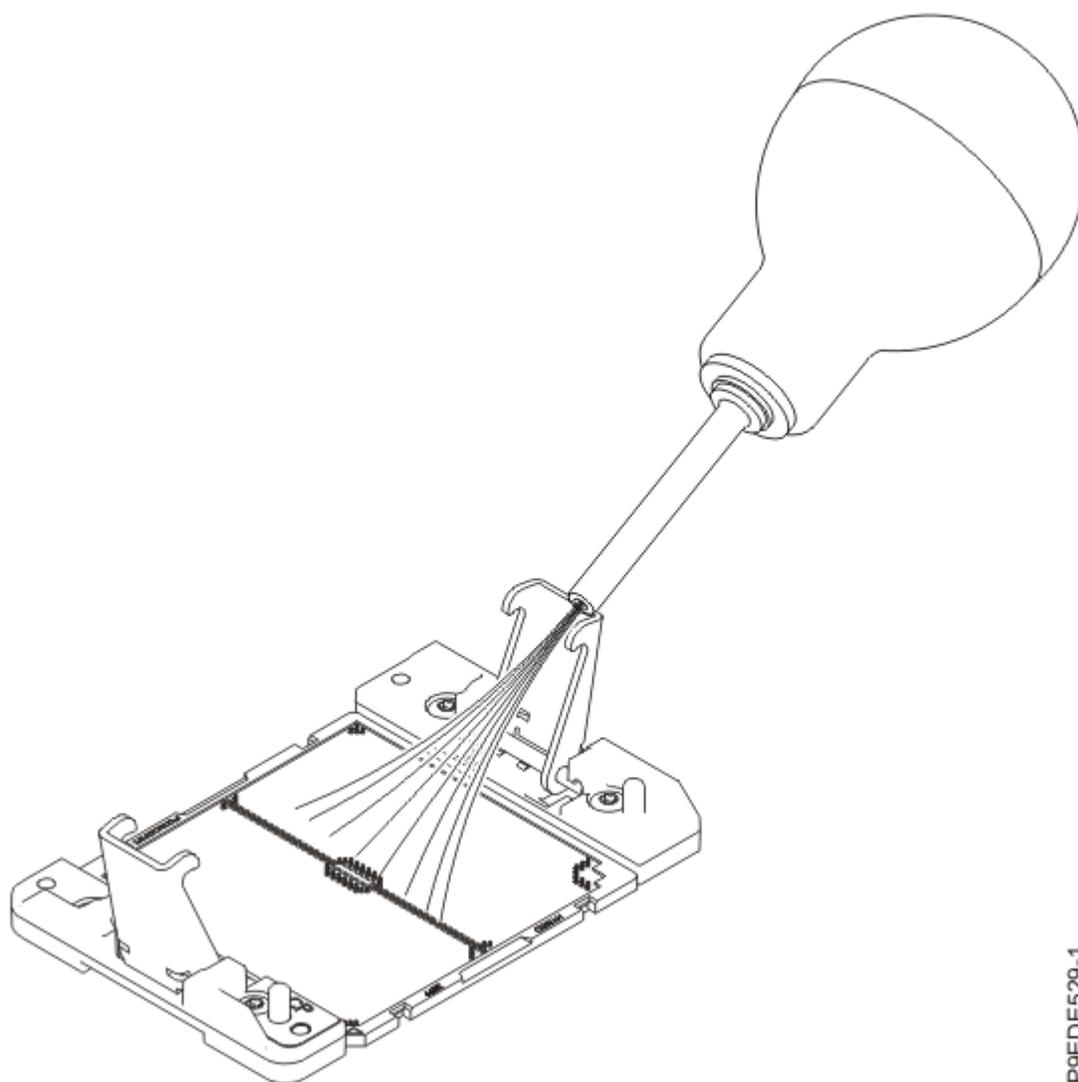

図 153. システム・プロセッサ・ソケットからほこりやごみを除去
- a) システム・プロセッサ・ソケットにほこりやごみが付着している場合は、提供されているエアポンプを使用してソケットをきれいにします。ソケットの中央から四方に向けて空気を少しずつ吹き出します (171 ページの図 153 を参照)。